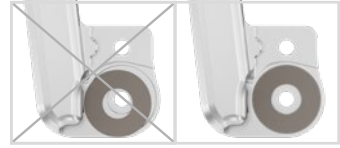

fig. 8
- 2 Pulvérisez de la colle en spray sur un côté de la première rondelle de friction et collez-la dans la plaque supérieure (fig. 8).